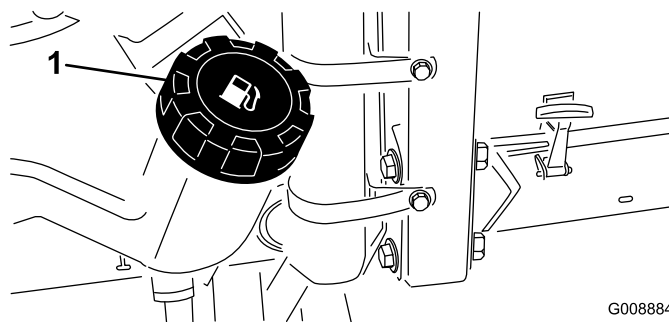

Figura 34
1. Limpe a zona em torno do tampão do depósito de combustível (Figura 34).